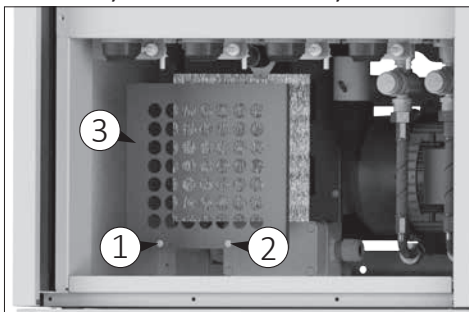

Fig. 24
- 2) Deșurubați șuruburile (1 și 2 Fig. 24) cu ajutorul unei șurubelnițe Torx T20.
- 3) Îndepărtați panoul de acoperire a filtrului (3 Fig. 24) și scoateți prefiltrul.